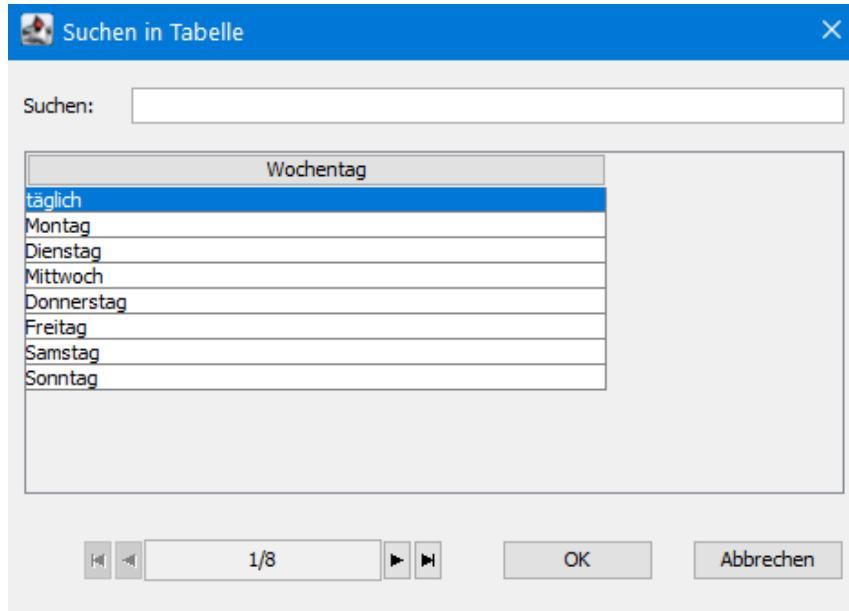

Figure 70: Auswahlliste für die Planung von Upload Delta-Vorgängen
- 4) Klicken Sie im Dialogfenster Configuration Management – Anlage auf das Register Upload-Kontrolle (siehe Bild 70).